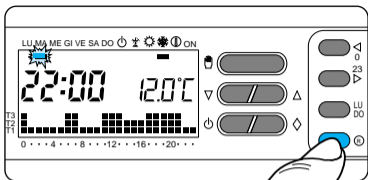

Fig. 43
8.5 - Si en los días siguientes desea mantener los mismos valores, pulsando el botón **E** (fig. 43), el programa se copia automáticamente para cada día que va indicando el segmento respectivo.